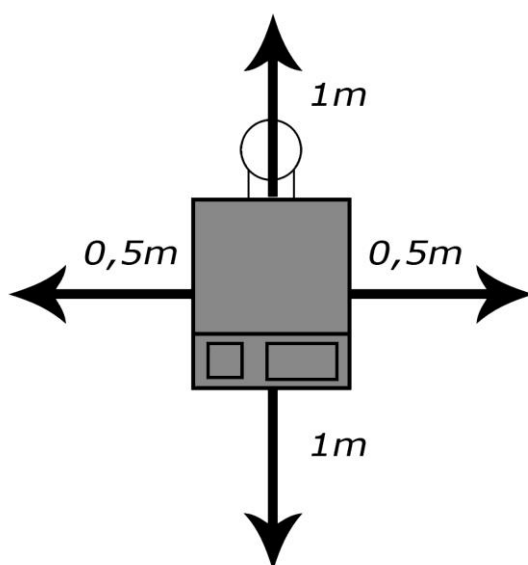

Рис. 2. Минимальное пространство безопасности вокруг устройства.
- установить печь на плоском бетонном основании, в месте, обеспечивающем свободное пространство вокруг устройства, согласно рис. 2,